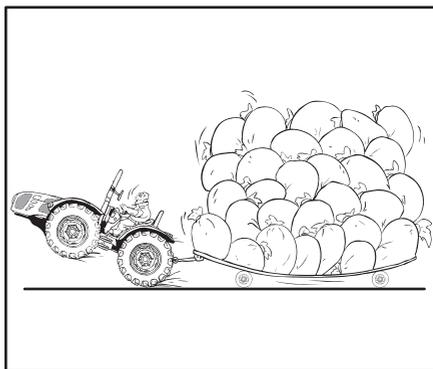

Fig. 2.16
- NON sovraccaricare e NON zavorrare oltre la capacità di carico del vostro trattore. Non aggiungere mai zavorre per compensare un sovraccarico. Ridurre il carico (Fig.2.16).